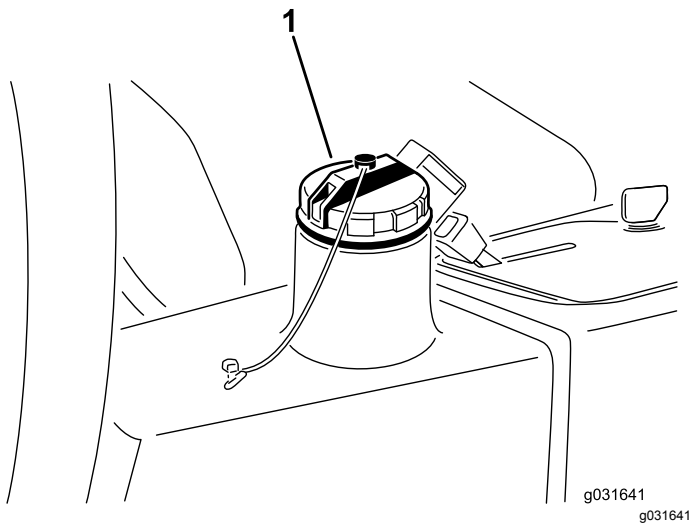

图 67
4. 向液压油箱图 67 注入约 13.2L 液压油请参阅 检查液压系统 \(页码 42\)。